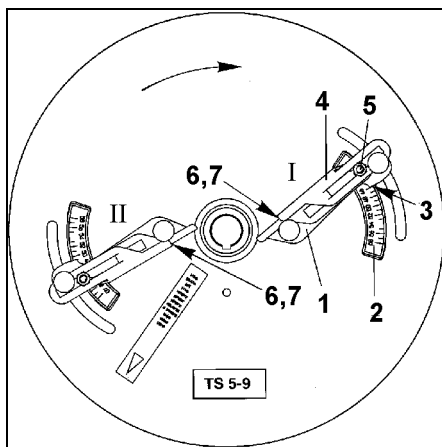

Fig. 46
- Avläsningskanten (Fig. 46/7) för vinge "I" ställs på bokstavsvärde "D" och spänns fast. Vingen "I" vrids till skalvärde "50" och spänns fast.
- Avläsningskanten (Fig. 46/7) för vinge "II" ställs på bokstavsvärde "F" och spänns fast. Vingen "II" vrids till skalvärde "46" och spänns fast.